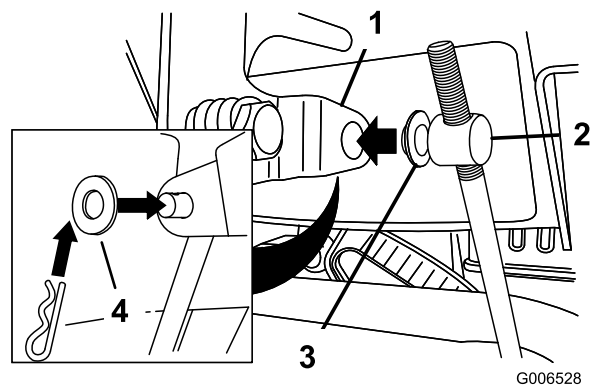

Рисунок 6
6. Поднимите шток управления скоростью и вставьте цапфу в отверстие рычага переключения скоростей (Рисунок 6).
3. Выньте шплинт и снимите внешнюю шайбу с цапфы на верхнем конце штока управления скоростью (Рисунок 6).
- B. Отсоедините цапфу от рычага переключения скоростей (Рисунок 6).
- C. Поверните цапфу на штоке управления скоростями вниз (по часовой стрелке) (Рисунок 6).
- D. Присоедините цапфу к рычагу переключения скоростей (Рисунок 6).